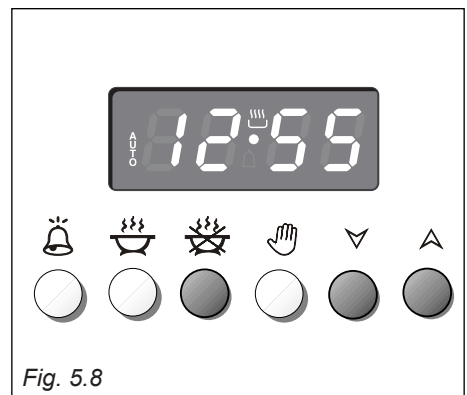

Fig. 5.8
2. Still inn tilberedningslutt ved å trykke på  og  eller  (Fig. 5.8).